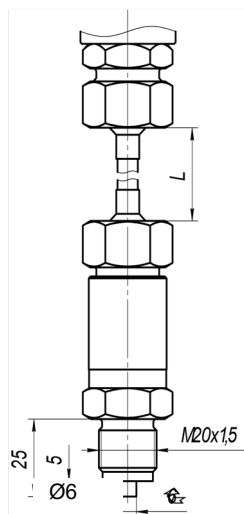

Рисунок 1
- выносной сенсор с кабелем длиной L (м) – код ВС«L» (рисунок 1)